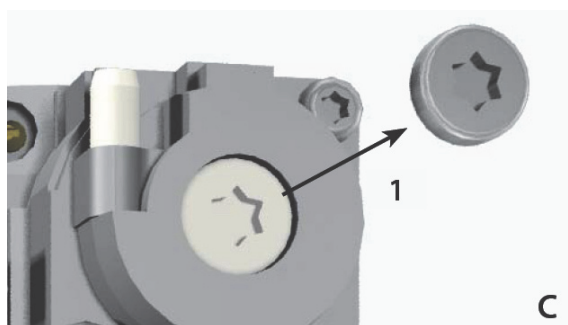

fig. 29
1. rimuovere la vite posta a copertura della vite di regolazione dell' OFFSET (rif. 1 - fig. 29);